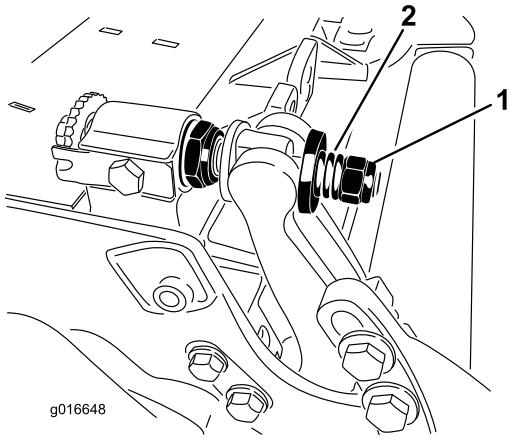

Figure 33
- Serrez l'écrou de tension du ressort jusqu'à ce que les spires soient jointives, puis desserrez-le de 1/2 tour (Figure 33).